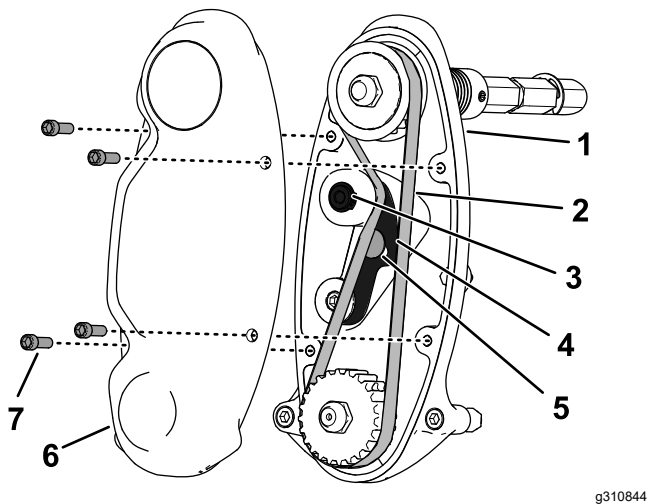

Рисунок 15
3. За допомогою стрілочного динамометричного ключа докладіть зусиль від 6 до 7 Н·м (від 55 до 60 дюйм-фунтів) до верхнього внутрішнього гвинта натяжного важеля (Рисунок 15).